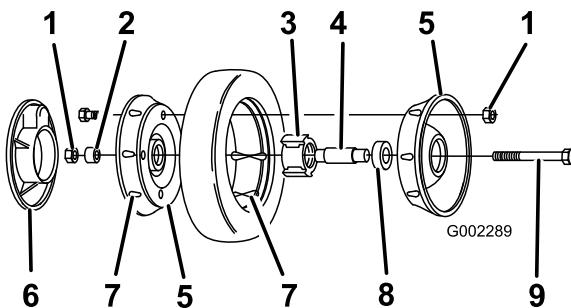

Figura 32
3. Retire el perno, el suplemento de la rueda y la contratuerca que monta la rueda al brazo de pivote (Figura 32).
4. Separe las mitades de la rueda del neumático retirando los 4 pernos y las 4 contratuerças (Figura 32).
Nota: Si retira los cojinetes del conjunto de cojinete/buje, retírelos apretando sobre el suplemento del cojinete (Figura 32).
1. Coloque el neumático en una mitad de rueda, alineando las orejetas en cada pieza (Figura 32).
patas del buje están posicionadas sobre la brida del hueco (Figura 32).
3. Coloque la otra mitad de la rueda sobre el conjunto cojinete/buje, alineando las orejetas de la rueda y del neumático y los taladros de montaje (Figura 32)
4. Usando 2 tornillos o pernos de rosca completa (1/4-20 x 1,50 pulg.) y tuercas no de freno, conecte sin apretar las dos mitades de la rueda. Monte los tornillos o pernos en taladros opuestos (Figura 32).
5. Compruebe la alineación de todas las piezas y apriete los pernos, alternando de uno a otro para que el encaje sea uniforme, hasta que las mitades de la rueda estén juntas (Figura 32).
6. Instale los 2 pernos y 2 contratuerca que retiró anteriormente en los taladros restantes de las mitades de la rueda, y apriételos. Retire los dos tornillos o pernos largos y sustitúyalos por 2 pernos y 2 contratuerca (Figura 32).
7. Instale la rueda en el brazo de pivote con los pernos, un suplemento y una contratuerca. Asegúrese de que el suplemento está colocado entre el buje de la rueda y el brazo de pivote (Figura 32).